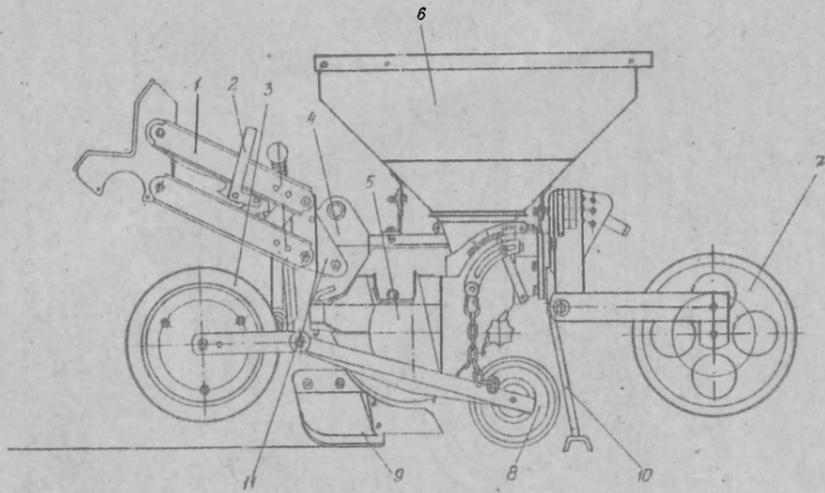

РИС. 6. ПОСОБНАЯ СЕКЦИЯ
3.4 На сеялке (при высеве свеклы с междурядьем 450 мм) устанавливается двенадцать посевных секций (рис.6). Каждая из них состоит из высевального аппарата 5 с бункером для семян 6, сошника 9, параллелограмного механизма 1, кронштейна 4, проставки (кронштейна) 11, опорного колеса 3, прикатывающего колеса 8, заделывающего колеса 7, механизма фиксации 2 и опоры 10.
Высевальный аппарат (рис.6 б) состоит из корпусов 1,11, основания 6, диска ведомого 3, высевального диска 14, сбрасывателя двойников 7, ролика 15 и указателя 13 со шкалой 12. Высевальные диски - сменные, в зависимости от посевной культуры (см.табл.1). Замена высевальных дисков производится в соответствии с п.7.17.
Опора 10 (см.рис.6) предназначена для предохранения сошников от забивания землей. При опускании на почву посевные секции устанавливаются на опоры, при движении опоры складываются.
РИС. 6а. ВЫЖЕВАЮЩИЙ АППАРАТ